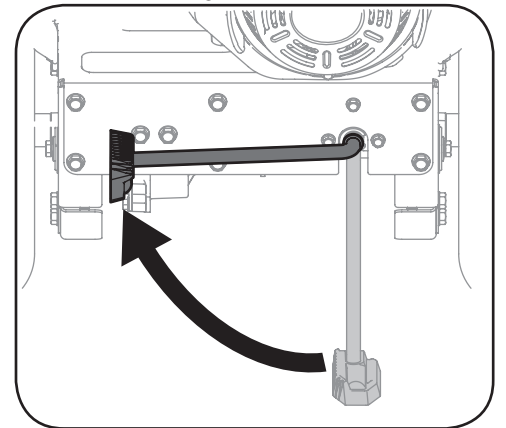

Figura 4-2
1. Haga rodar la base de potencia FLEX™ hasta el escarificador accesorio con la pata de cabra hacia ARRIBA. Vea la Figura 4-2.
3. Vuelque la base de potencia FLEX™ hacia atrás para enganchar los dos puntos de conexión inferiores (2 y 3 de Figura 4-2).